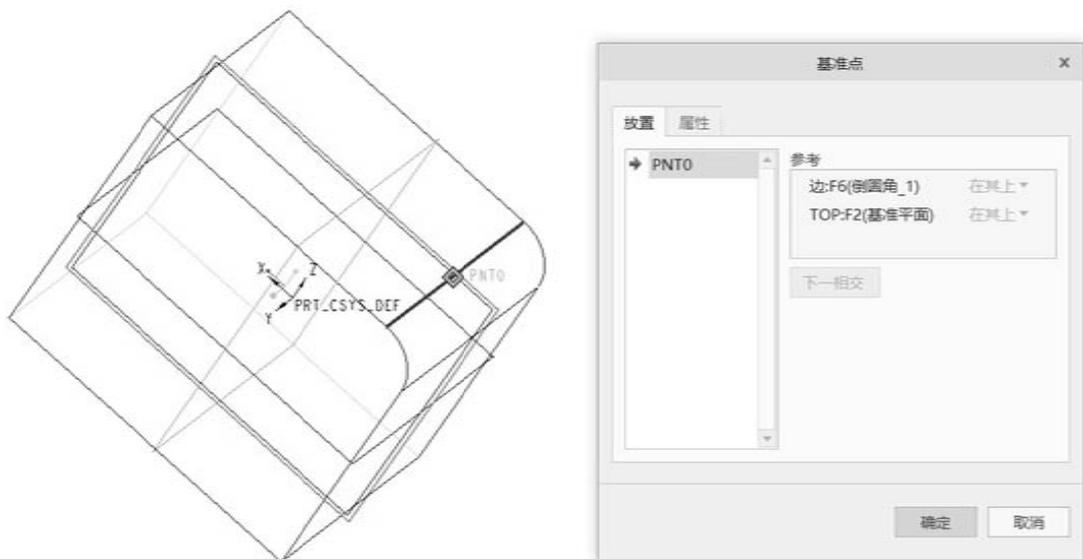

图 3-22
(4) 在线和面的相交处创建基准点，具体创建方法见图 3-22 和图 3-23。线与面（图 3-22）相交、线与线（图 3-23）相交均可形成所需要的点。